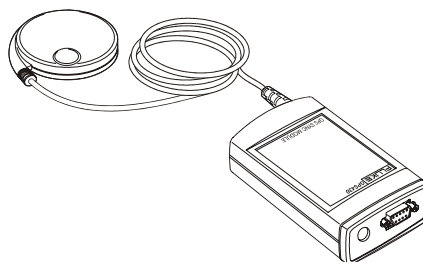

Fig. 4. GPS 430
- GPS 430 Unit, cable length 5 m (Fig. 4)